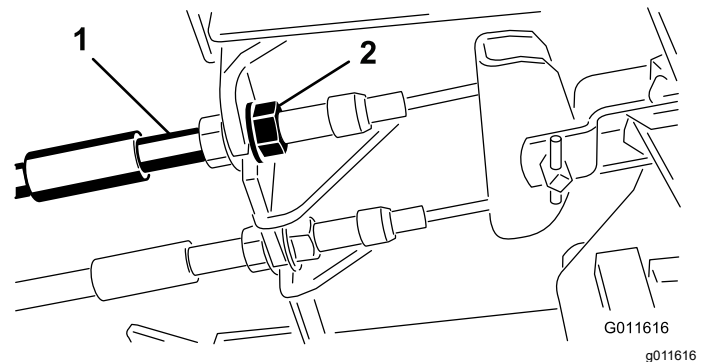

Bild 96
1. Ziehen Sie zum Reduzieren des Spiels der Bremspedale die Bremsen fester – lockern Sie dazu die vordere Mutter am Gewindeende des Bremszugs (Bild 96).